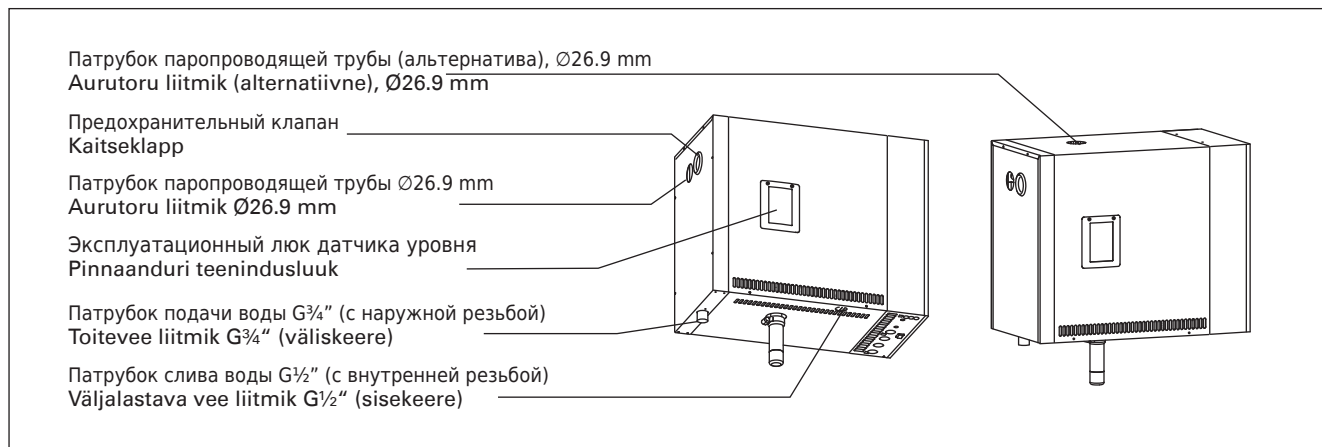

Рисунок 6. Схема соединений парогенератора
Смотрите рисунок 6. Трубу для слива воды следует вывести к стоку в канализацию.
**⚠ Пар должен беспрепятственно выходить из сопел. В случае блокировки паровых сопел и/или паропроводящих труб пар выходит из предохранительного клапана (рисунок 6).**